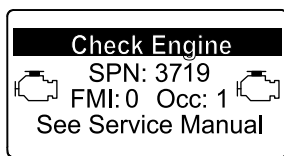

Figure 85
- Avertissement moteur SPN 3719, FMI 0 (Figure 85)